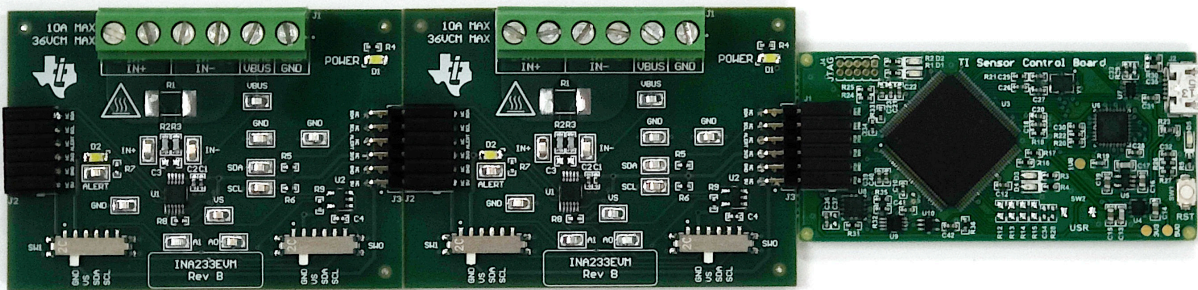

图 3-2. 多个 EVM 连接到 SCB 控制器
- a. 连接相同类型的多个 EVM 时，请参阅 图 3-2。
如果使用多个 EVM , 如图 3-2 所示进行连接。确保对每个器件使用不同的 I2C 地址。GUI 最多支持总共 4 个 EVM。